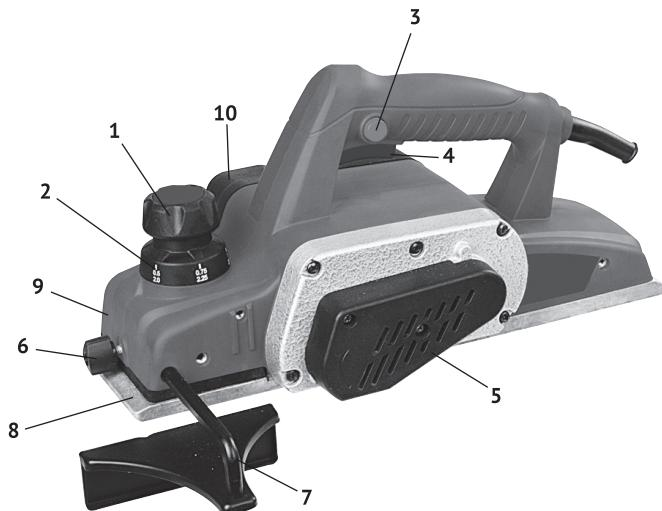

рис. 1
1.6 Общий вид рубанка представлен на рис.1
1.8 Клавиша выключателя (рис.1 поз.4) расположена в нижней части рукоятки. Во избежание самопроизвольного включения инструмента, выключатель снабжён блокировкой клавиши (кнопка блокировки, рис.1 поз.3, расположена на левой части рукоятки). Включение рубанка, осуществляется нажатием на клавишу выключателя указательным пальцем после нажатия и удержания кнопки блокировки большим пальцем. Рубанок отключается при отпускании клавиши выключателя, при этом кнопка блокировки (со щелчком) возвращается в исходное положение.
1.9 Рукояткой (рис.1 поз.1) регулируется глубина строгания. Поворотом рукоятки по часовой стрелке увеличивается глубина строгания в интервале от 0 до 3,0 мм (разметка шкалы с шагом 0,25 мм).
- вращением ручки (рис.1 поз.1), до совмещения цифры шкалы (рис.1 поз.2) с выступом на передней части корпуса (рис.1 поз.9), установить необходимую глубину строгания. Максимальную глубину (2,5-3 мм) следует устанавливать для обработки дерева мягких пород и черновой (обдирочной) обработке. Для окончательной (чистовой) обработки, выставляется небольшая (около 0,5 мм) глубина строгания;
- при обработке широких заготовок рекомендуется установить параллельный упор (рис.1 поз.7). Это позволит (при ровном крае заготовки) сострогать точно выставленную полосу от края.
- регулировку ножей по высоте (рис.3) произвести при выставленной рукояткой (рис.1 поз.1) нулевой глубине строгания. Используя жесткий, плоский бруск (линейку), положенный на подошвы основания. Барабан проворачивается (при отключённом от сети рубанке) вручную свободно, ножи не задеваю бруск.